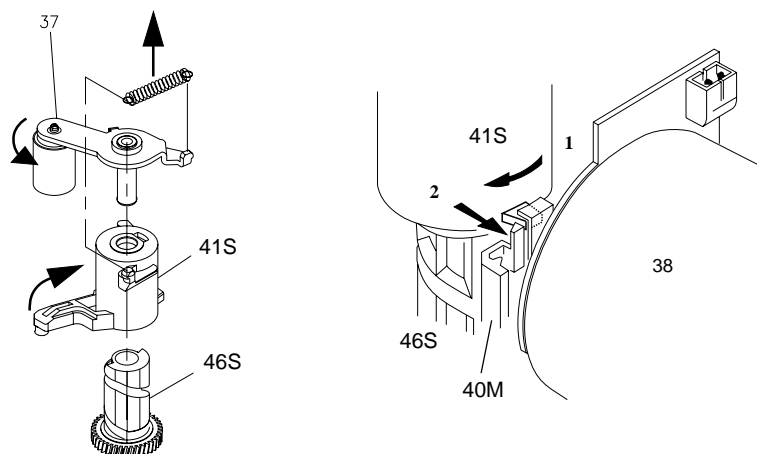

Fig. 18
- Décrocher et retirer le ressort du galet presseur (Fig. 18).
- Dégager le guidage (Pos. 41S) de la rainure du support du moteur de chargement (Pos. 40) et le tourner dans le sens des aiguilles d'une montre jusqu'à ce que le galet presseur et le guidage (Pos. 41S) soient déverrouillés pour être retirés (Fig. 18).
- Unhook and remove the pressure roller spring (Fig. 18).
- Release the pressure roller guide (pos. 41S) from the guide in the threading motor holder (Pos. 40) and turn the pressure roller guide assembly clockwise until the pressure roller and the guide (Pos. 41S) can be released and removed (Fig. 18).